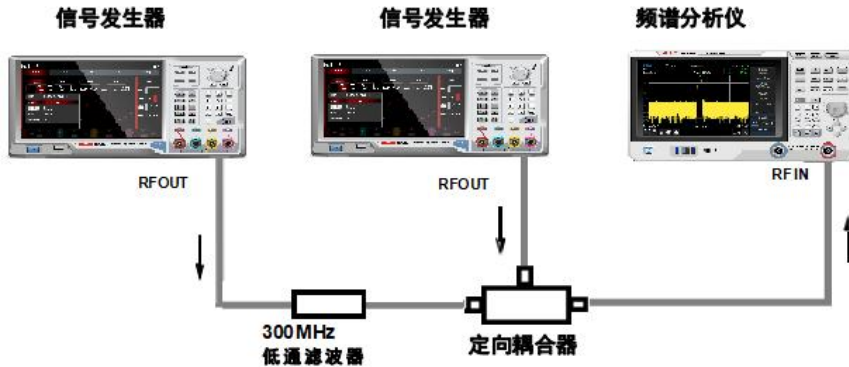

图 3-18：三阶交调信号仪器设置
1. 按图 3-18 所示连接仪器，两个信号发生器分别通过低通滤波器连接定向耦合器的输入端，耦合器的输出即为一个互调失真很低的双音信号源，尽管此连接下的失真性能上要比频谱分析仪的好，但用于测量信号源/频谱分析仪组合的 TOI 仍然有用，当校验完信号源/频谱分析仪组合的 TOI 性能后，待测仪器（DUT）（如放大器）将被插入到定向耦合器的输出和频谱分析仪的输入之间。